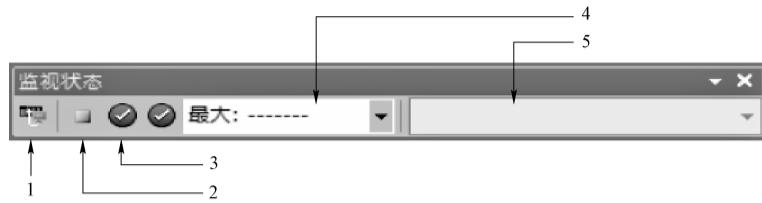

图 1-4-47 程序的监视状态 (1)
a. 选择菜单中的“在线”→“监视”→“监视开始”，弹出如图 1-4-47 所示画面，图中各部分的含义如表 1-4-5 所示。